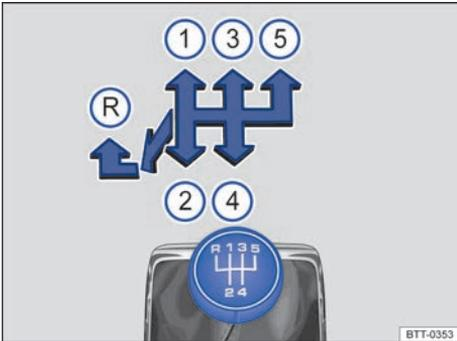

Fig. 86 Esquema de cambio de marchas de la transmisión manual de 5 marchas.
Las posiciones de cada marcha están representadas en la palanca de cambios → fig. 86.
- Empujar la palanca de cambios totalmente hacia la izquierda y después hacia adelante hasta la posición de la marcha atrás → fig. 86 Ⓜ️.